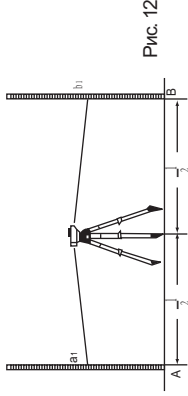

Рис. 12
- (1) Установите инструмент приблизительно посередине между точками А и В, расстояние между которыми должно составлять примерно 30-40 метров. Возьмите отсчет (a_1) по рейке, установленной на точке А, и отсчет (b_1) по рейке, установленной на точке В (рис. 12).